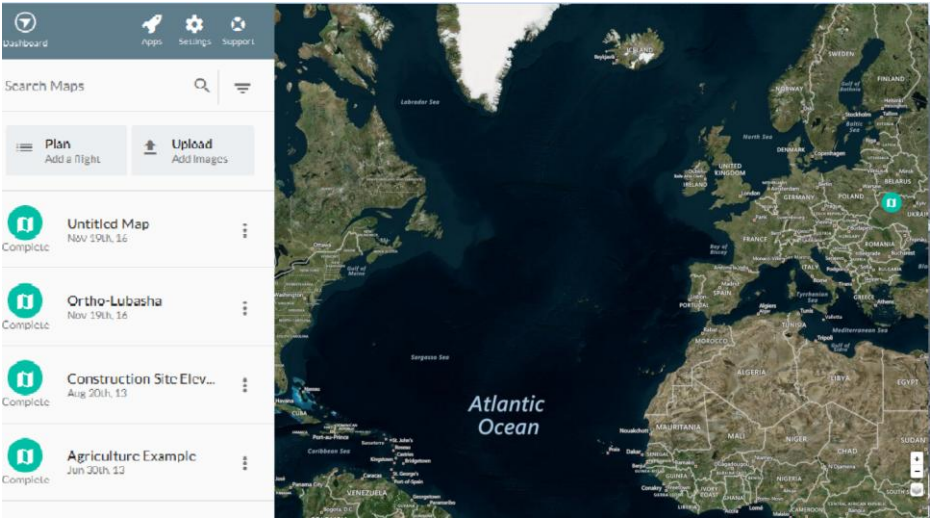

Рис. 5.1. Вікно завантаження знімків
4. Після підтвердження реєстрації заходимо в програму, виконавши команду **Log in**. Відкриється вікно завантаження знімків (рис. 5.1).